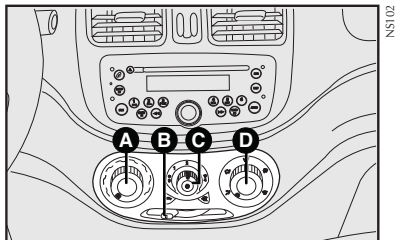

fig. 40
### COMANDOS - fig. 40
1) Seletor para a temperatura do ar **A-fig. 40** totalmente posicionado à esquerda.
2) Seletor do ventilador **C-fig. 40** posicionado na velocidade máxima.
3) Seletor de distribuição do ar **D-fig. 40** apontado para ; controlar para que todas as saídas de ar estejam totalmente abertas.
4) Ligar o ar-condicionado apertando o seletor **C-fig. 40**.
baçamento e ativar o condicionador, apertando o seletor **C-fig. 40**.
- 1) Condicionador de ar ligado: seletor **C-fig. 40**.